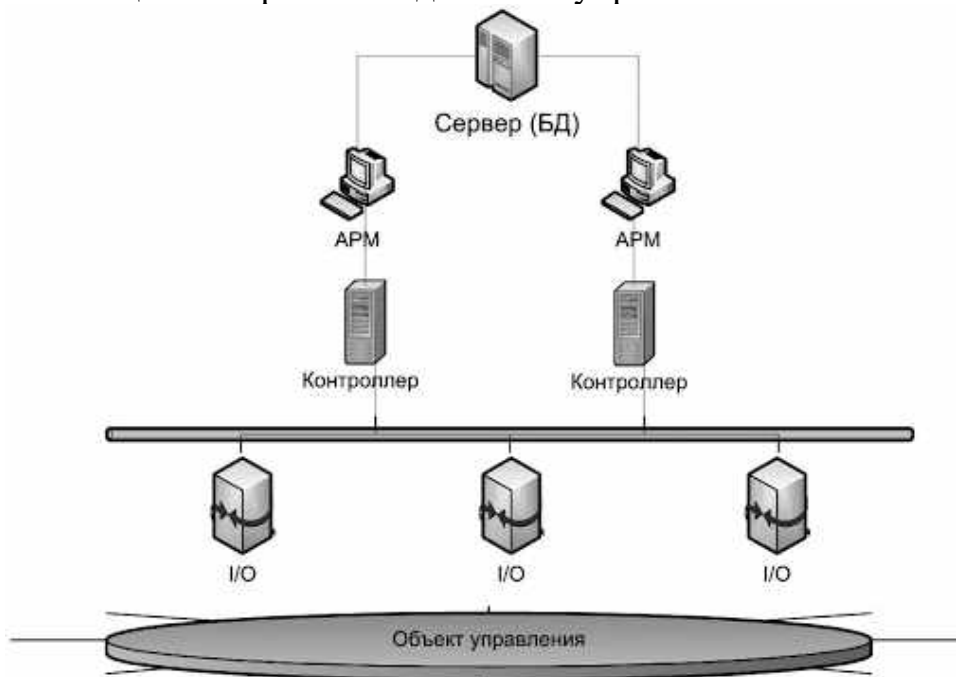

Рисунок 3 – Связь удалённого терминала с объектом управления
**RTU** имеет непосредственное подключение к объекту управления (рисунок 3). То есть контроль или управление объектом реализуется в real-time режиме. В качестве терминала может быть датчик с примитивным способом взаимодействия, или же процессорный, многопоточный, отказоустойчивый МПЦ, занимающийся обработкой данных и управлением в real-time режиме.